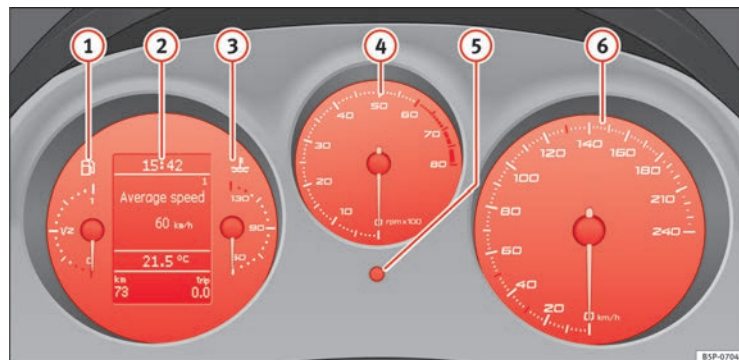

Fig. 34 Détail de la planche de bord : tableau de bord
Le début de la zone rouge du compte-tours $\Rightarrow$ fig. 34  représente, pour chaque vitesse, le régime maximal autorisé du moteur à sa température normale de fonctionnement. Il est recommandé d'engager la vitesse immédiatement supérieure, d'enclencher le levier sélecteur en position D ou de lever le pied de l'accélérateur avant que l'aiguille n'atteigne cette zone.
- Pour régler les heures, tournez le bouton de réglage $\Rightarrow$ fig. 34  vers la droite jusqu'au premier « clic ». Les chiffres des heures clignotent. Pour modifier l'heure, appuyez sur le bouton. ►